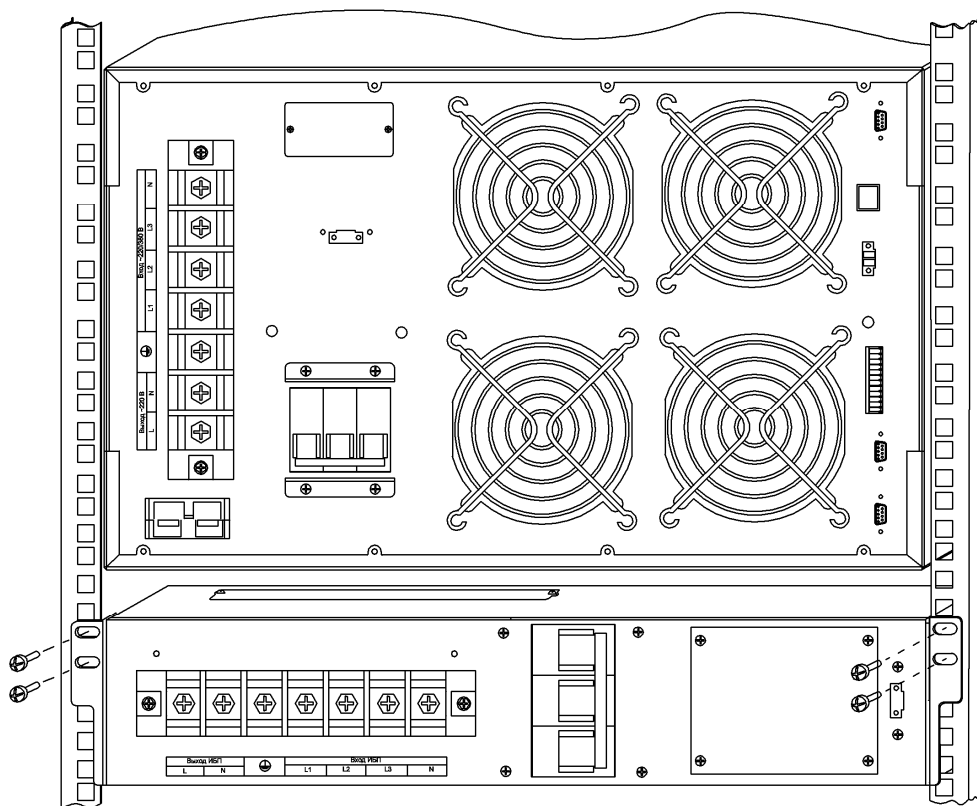

Рисунок 5 – Порядок установки модуля MBS 3/1 15-20К в стандартный шкаф или стойку для телекоммуникационного оборудования шириной 19 дюймов
7.1.3 Установку модуля в шкаф следует производить в следующей последовательности (рисунок 5):